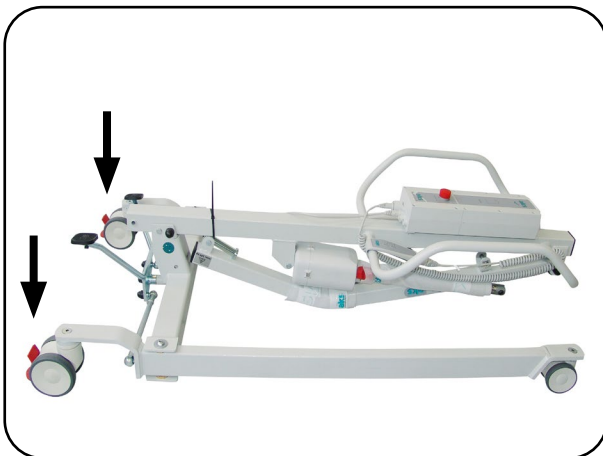

Abb. 6.2.01 - Fahrgestell
2. Stellen Sie das Fahrgestell mit den Laufrollen auf den Boden (Abb. 6.2.01).
3. Bremsen Sie die beiden hinteren Laufrollen an der Bedienerseite, durch Betätigung des Tritthebels (Abb. 6.2.01); siehe Kapitel Bedienung Abschnitt **Laufrollen**.
15. Lösen Sie die Bremsen der hinteren Laufrollen an der Bedienerseite durch Betätigen des Tritthebels (Abb. 6.2.01); siehe Kapitel Bedienung Abschnitt **Laufrollen**.